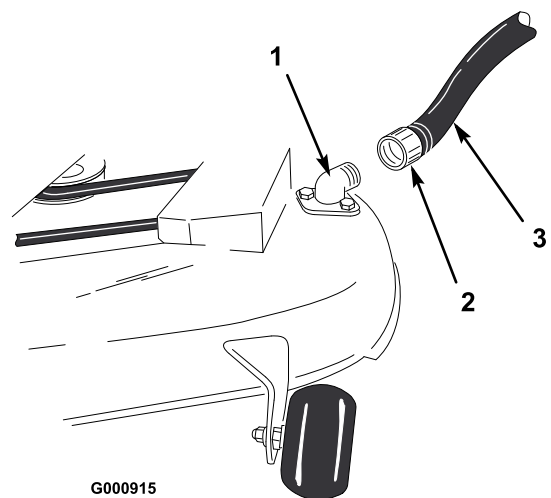

Figure 51
4. Vissez le raccord de flexible à l'embout de lavage du carter de tondeuse et ouvrez l'eau en grand (Figure 51).